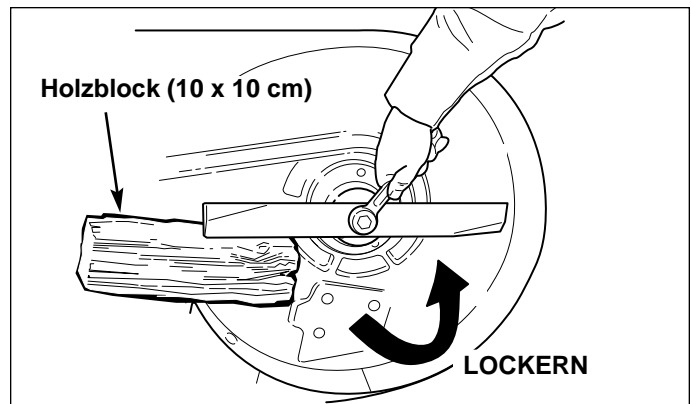

Abb. 24. Demontage des Messers
2. Siehe Abb. 24. Um das Messer zum Schleifen zu entfernen, Messer während des Lösen der Messerhaltungs-Kopfschraube mit Holzblock halten, damit sich das Messer nicht drehen kann.
3. Messerrotation durch Holzblock (B, Abb. 24) verhindern, während die Kopfschraube gelöst wird.